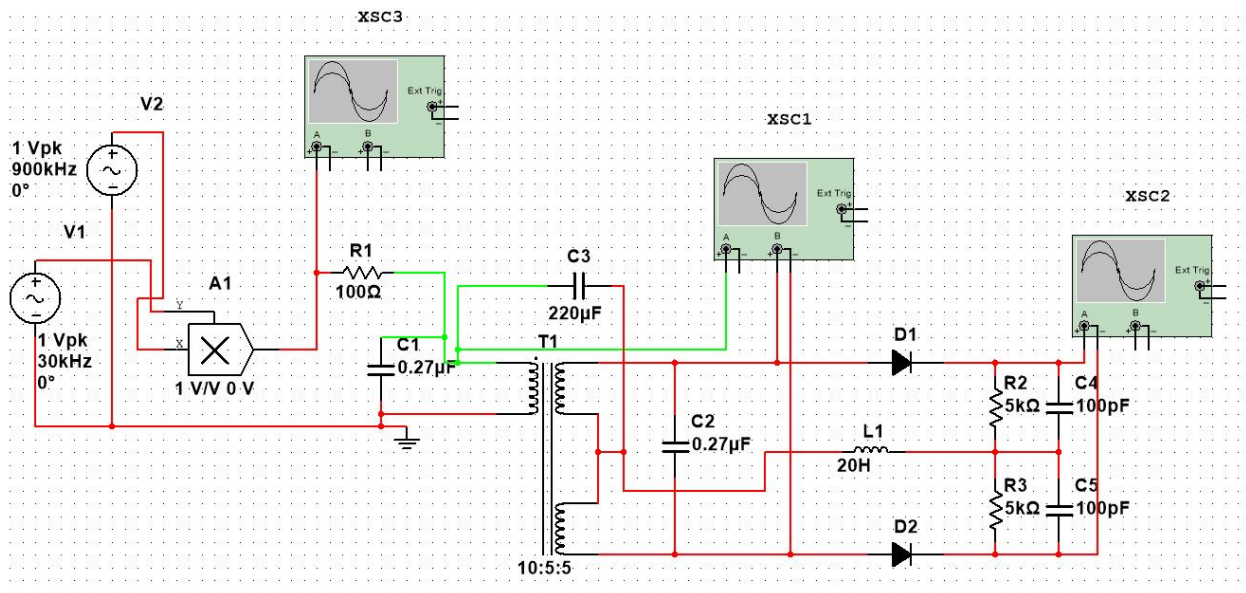

Рис. 6. Исходная схема с измененными параметрами
3. Измените схему. На вход подайте амплитудно-модулированный сигнал с частотой несущей 900 кГц и модулирующей частотой, равной резонансной частоте контура (рис. 6).